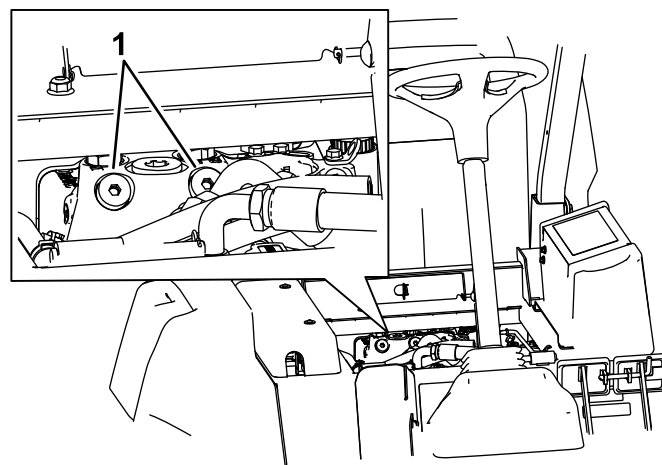

図 72
- 運転席を倒して燃料タンク前部の下にあるバイパスバルブを見つける 図 72。